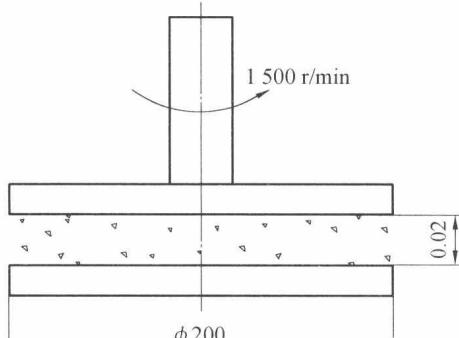

图 2.3 例题图 3
3. 图 2.3 所示为一直径为 200 mm 可转动的圆盘, 其与固定圆盘端面之间的间隙为 0.02 mm, 其间隙中充满油液, 油液的运动黏度 $\nu = 32 \times 10^{-6} \text{ m}^2/\text{s}$, 密度为 900 kg/m^3 , 当圆盘以 1500 r/min 的转速旋转时, 试求驱动圆盘转动所需的转矩。